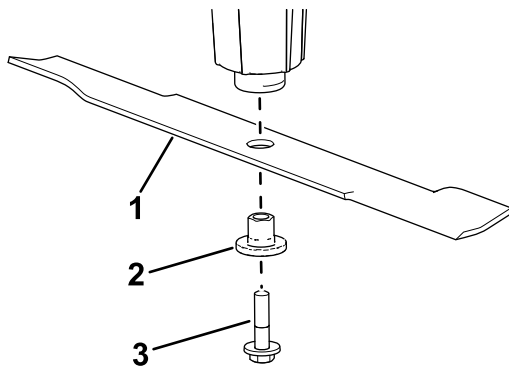

Figura 24
4. Rimuovete il bullone della lama, la boccola e la lama dall'albero del fusello (Figura 24).